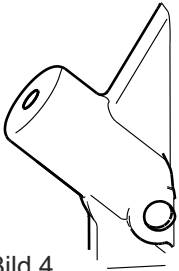

Bild 4
Prüfung: Die Kupplung ist ordnungsgemäß geschlossen und gesichert, wenn der Sicherungskontrollstift (7) nicht aus dem Gehäuse ragt. Siehe Bild 4